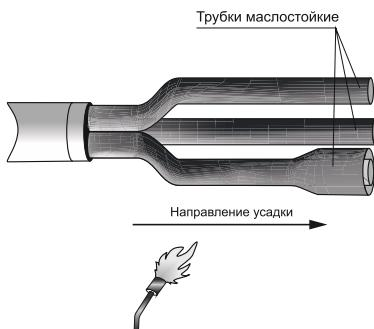

Рисунок 5
4.12 Надеть на жилы кабелей трубы маслостойкие (прозрачные) до упора в «корешок» разделки кабеля. При необходимости обрезать верхнюю часть трубок по длине жилы. Усадить каждую трубку, начиная с «корешка», равномерным прогревом пламенем горелки и далее, двигаясь к концу жилы (рисунок 5).